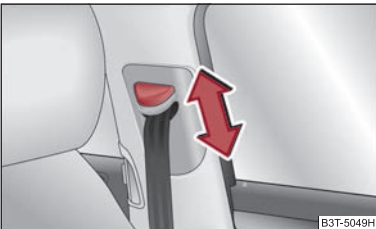

Fig. 4 Asiento delantero: ajuste de la altura del cinturón
- Desplace el herraje de inversión en el sentido deseado, hacia arriba o hacia abajo ⇒ fig. 4.